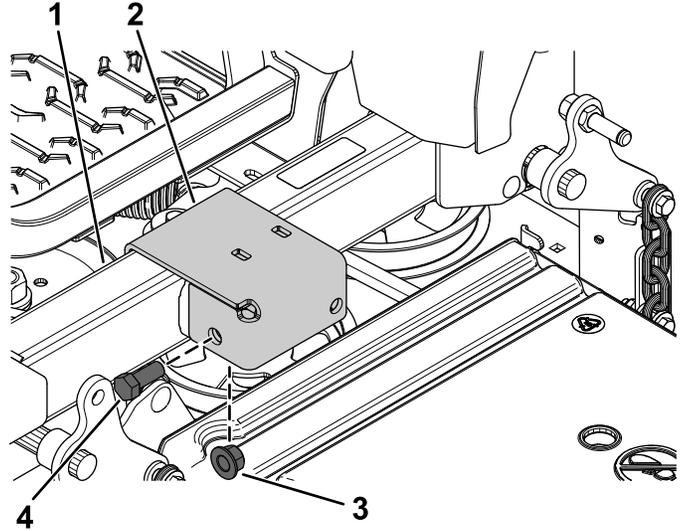

Bild 10
2. Befestigen Sie die äußere Aktorhalterung mit einer Sechskantschraube (1/2" x 1 1/4") und einer Sicherungsmutter (1/2") lose am linken Rahmenrohr, wie in Bild 10 dargestellt.